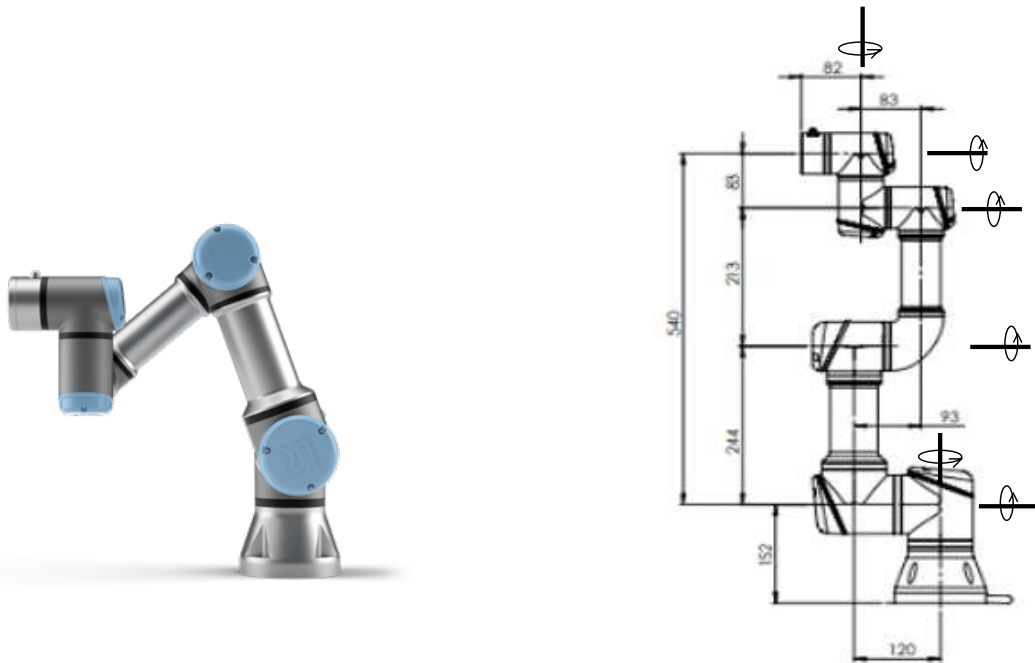
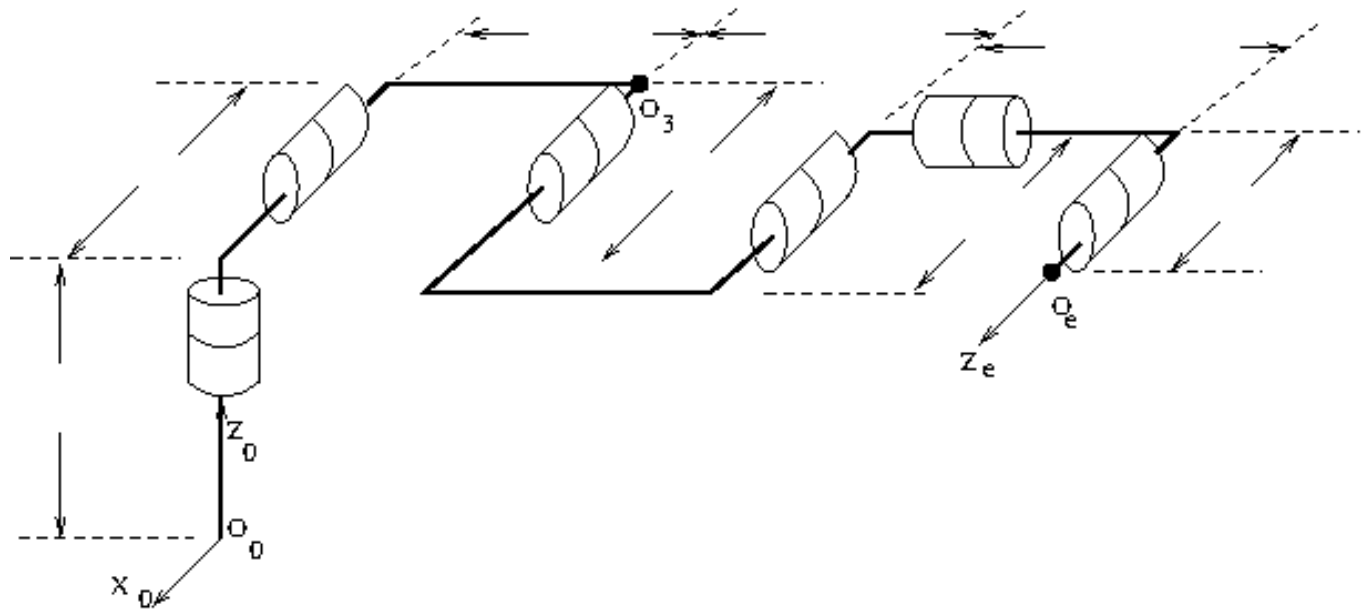

FIGURE 1 – Dimensions géométriques de l'UR3
FIGURE 2 – Modélisation des liaisons
L'UR3 d'Universal Robot est un robot 6R. La figure 1 vous indique ses axes de rotations ainsi que ses dimensions nécessaires pour établir les modèles.
Sachant que l'origine du repère 3 (O_3) et que le repère outil (noté e) sont imposés (voir figure 2), calculer le MGD de ce robot.
- En vous servant des données techniques (figure 1) indiquer les dimensions manquantes sur la figure 2.
- Déterminer les paramètres de DHM associés au placement des repères (figure 2).
Afin de simplifier le calcul du modèle inverse on considère que les 3 dernières liaisons sont fixes dans la configuration de la figure 2.